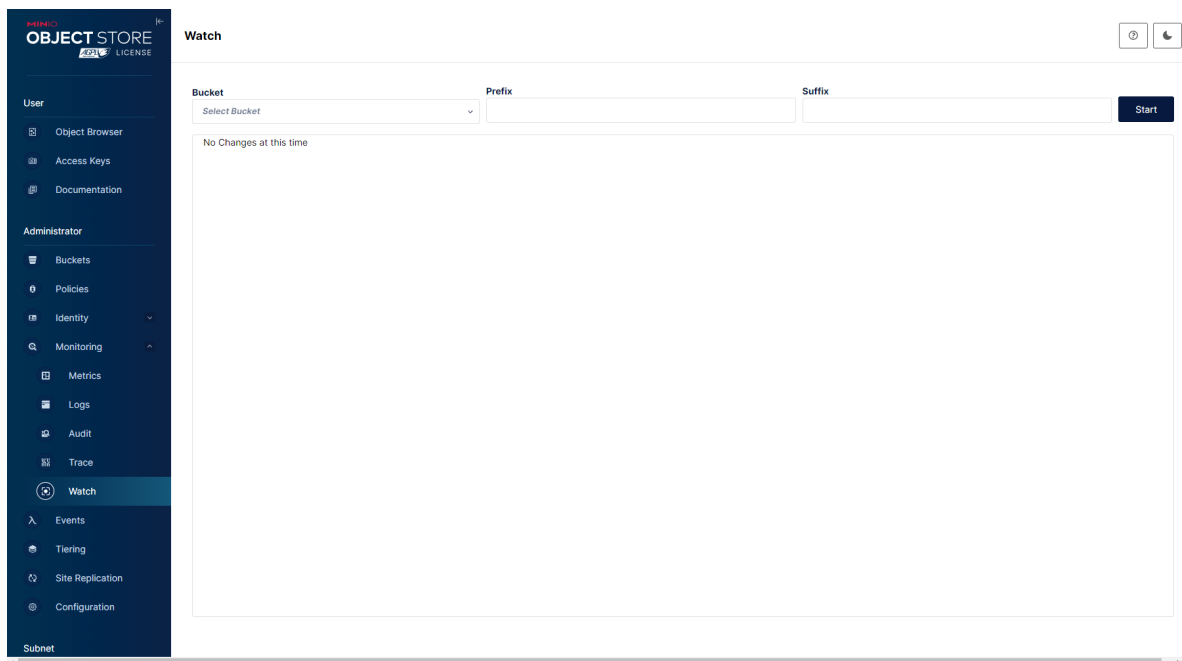

Рис. 84. Окно «Monitoring»
6) Вкладка «Monitoring» отображает информацию о сетевом хранилище, его трафик, активность. Окно «Monitoring» показано на рис. 84 Окно «Monitoring».